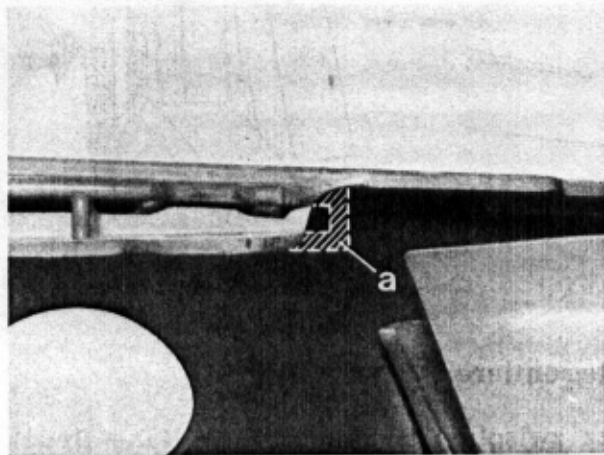

Bild 4
- o Mit Zylinderfräser von innen endgültige Kontur herstellen (Bild 4, Bereich a abfräsen)